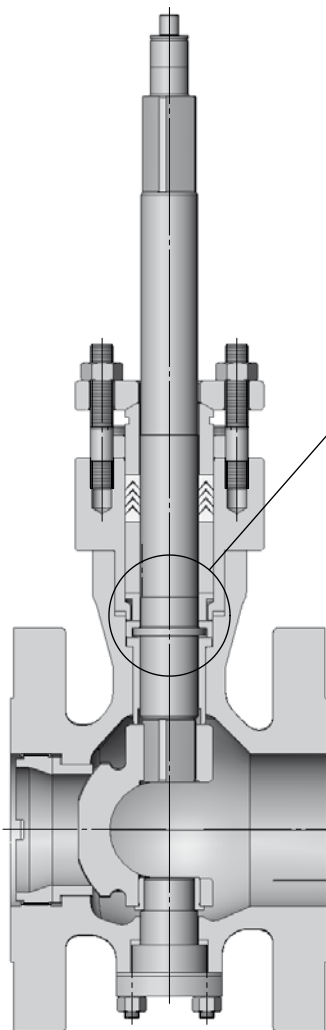

Abbildung 6a: alte Bauart
- 6.8 Die Wellenführung in den Ventilgehäuse einsetzen und dabei auf richtige Positionierung in der dafür vorgesehenen Bohrung achten. Das Lager muss etwas in das Ventilgehäuse vorspringen (siehe Abbildung 6a).